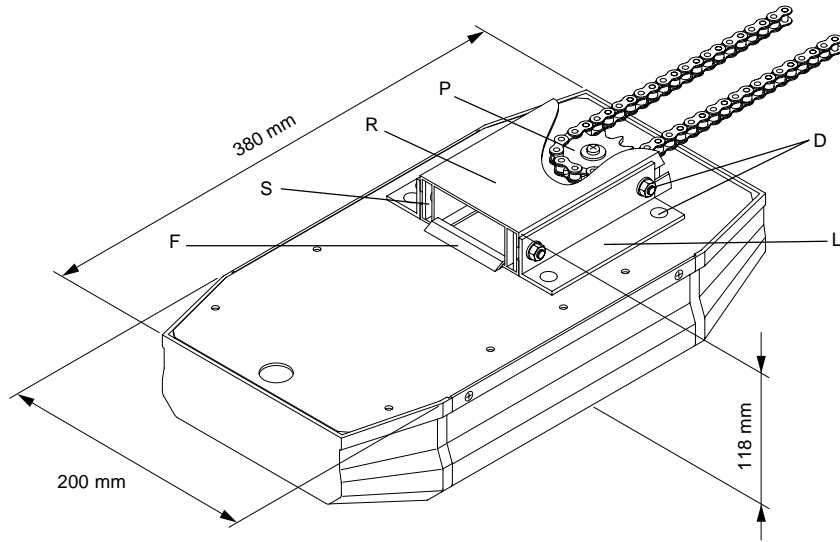

Fig.3
**3.1** Inserire la catena nel pignone motore P; inserire poi uno spezzone di rotaia in alluminio R tra la staffa di serraggio S e quella ad angolo L (dopo averne allentato gli otto dadi D) vedi fig. 3. Durante questa fase accertarsi che la rotaia si inserisca nell'apposita feritoia F.
**3.1** Insert the chain into the motor pinion P; insert then a piece of aluminium rail R between the tightening and the angle flasks S and L (after loosening the 8 nuts D), see fig. 3. Make sure during this phase that the rail enters the special slit F.
**3.1** Die Kette in das Motorritzel P einziehen; dann ein Stück Aluminiumschiene R zwischen den Spannbügel S und den Eckbügel L (nach Lockern der 8 Muttern D) einsetzen, siehe Bild 3. Während dieses Vorgehens vergewissern Sie sich, daß die Schiene sich in den für sie vorgesehenen Schlitz F einfügt.
**3.1** Insérer la chaîne dans le pignon moteur P. Insérer ensuite un morceau de rail en aluminium R entre la patte de serrage S et de celle à angle L (après avoir desserré les huit écrous D) voir fig. 3. Durant cette phase, veuillez vous assurer que le rail s'insère dans la fente appropriée F.
**3.1** Insertar la cadena en el piñón del motor P; insertar después un tramo de guía de aluminio R entre la pletina de enganche S y la angular L (luego de haber aflojado las 8 tuercas D), véase fig.3. Durante esta fase asegurarse de que la guía se inserta en la correspondiente embocadura F.